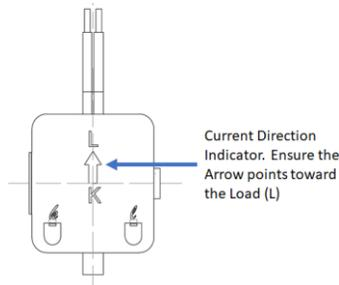

Figure 4 - Vue du bas du transformateur de courant
1. Localisez la flèche sur le bas de la CT sur le s'assurer que le CT est installé de sorte que la flèche pointe vers la charge (dans le panneau). Voir la figure 4.